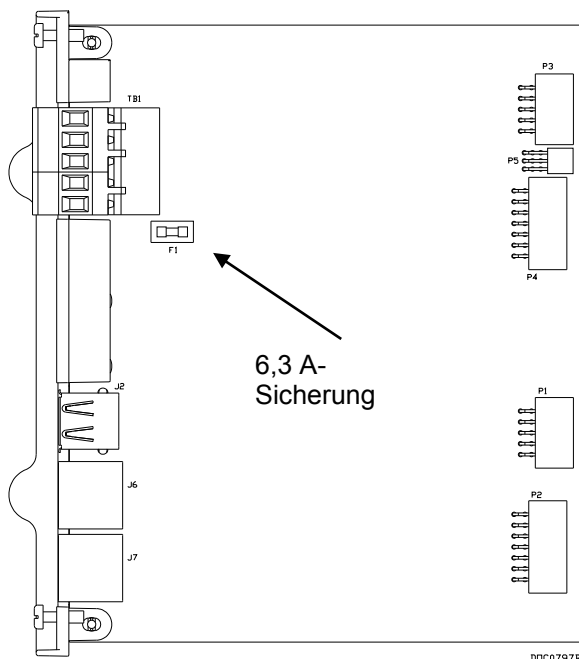

Abbildung 12. CPU 6,3 A-Sicherung
Wenn der Server nicht funktioniert und Sie aber davon überzeugt sind, dass er Stromversorgung hat, und die POWER-LED nicht leuchtet, müssen Sie möglicherweise die 6,3 A-Sicherung am CPU-Modul austauschen (siehe *Abbildung 12*).
7. Überprüfen Sie die Sicherung (siehe *Abbildung 12*) und tauschen Sie sie, sofern notwendig, gegen eine MSB 6,3 A SB (Slo-Blö)-Sicherung aus.